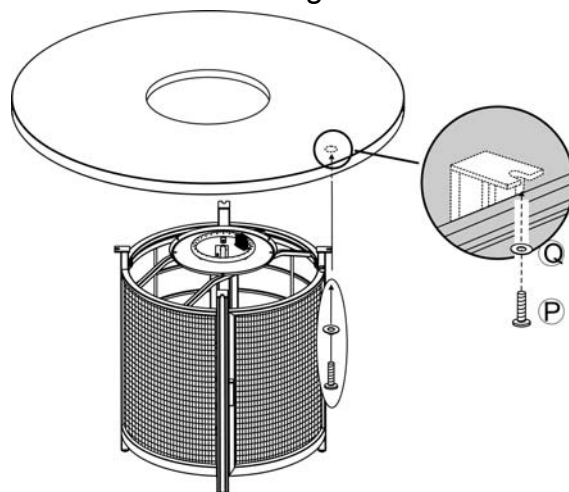

Figure 2
2. Mettre le dessus de table sur la base. Attacher le dessus de table à la base avec les rondelles et les boulons fournis. Voir les figure 2.